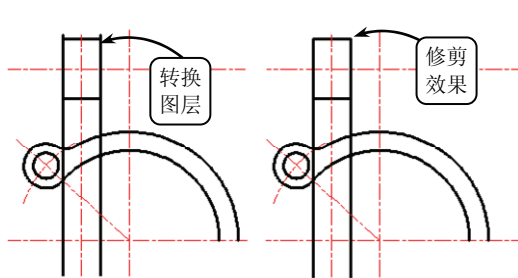

图 3-59 转换图层并修剪轮廓线
⑦ 将偏移后的相应中心线转换为【轮廓线】图层。然后利用【修剪】工具选取竖直轮廓线为修剪边界，修剪水平轮廓线。继续利用【修剪】工具选取水平轮廓线为修剪边界，修剪竖直轮廓线，效果如图 3-59 所示。